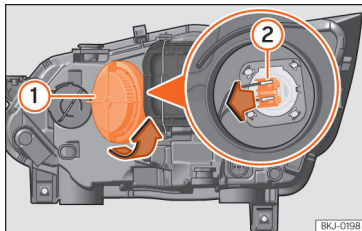

Abb. 103 Im Motorraum: Glühlampe Fernlicht.
- Drehen Sie die Abdeckung **1** nach links und nehmen Sie sie heraus » **Abb. 103**.